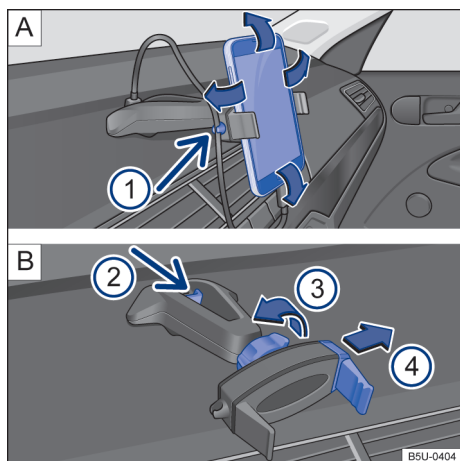

Fig. 145 No console central: suporte para smartphone e ajustes.
- Segurar o suporte com uma mão e pressionar o botão de destravamento → **Fig. 145 B** (seta).
- Com a haste → **Fig. 145 B** deslocar no sentido da seta, e instalar o smartphone no alojamento.
- Com a outra mão deslocar a haste → **Fig. 145 B** até que seja possível remover o aparelho do alojamento.
- Colocar o cabo USB na entrada carregador USB do suporte existente no painel de instrumentos → **Fig. 145 A**.
- Prender o cabo no suporte → **Fig. 145 A** .
- Para liberar o movimento do suporte, girar a trava → **Fig. 145 B** no sentido contrário da seta.
- Para fixar a posição, girar a trava no sentido da seta → **Fig. 145 B** até a fixação total do suporte.
i O suporte para smartphone tem garantia de 3 anos, com exceção da haste deslizante (garra) → Fig. 145 **B** ④ que tem garantia de 1 ano.